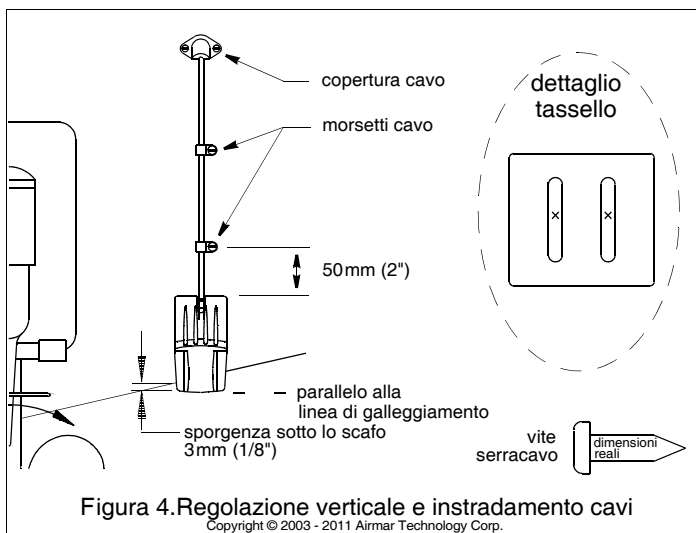

Figura 4. Regolazione verticale e instradamento cavi
1. Nel punto scelto, posizionate il trasduttore in modo che sporga di 3mm (1/8) sotto il bordo inferiore dello specchio di poppa (Figura 4).
2. Utilizzando lo spazio di regolazione verticale sulle fessure del sensore, fate scorrere la staffa verso l'alto o verso (Figura 4). Verificate che l'angolo inferiore sinistro del sensore sporga di 3mm (1/8") sotto il fondo dello scafo.
b. Portate il sensore in una posizione più profonda nell'acqua a passi di 3mm (1/8") ciascuno (Figura 4)
1. Se è necessario praticare un foro attraverso lo specchio di poppa, scegliete un punto **decisamente al di sopra della linea di galleggiamento** (Figura 4). Verificate la presenza di ostacoli quali correttori d'assetto, pompe o cavi elettrici all'interno dello scafo. Contrassegnate il punto scelto con una matita. Utilizzando una punta da trapano della misura corretta, praticate un foro per il connettore.